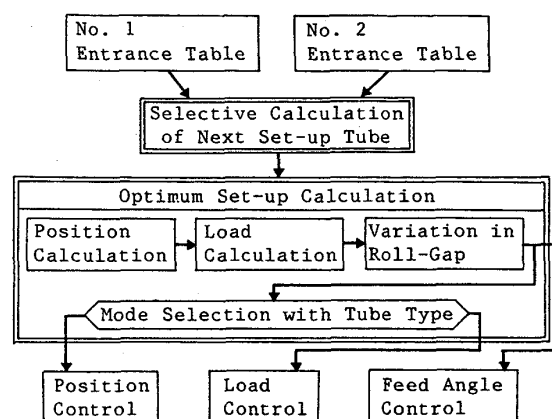

Fig.1 A Flow of Straightener Control
(1) 搬送制御
ストレートナ入口のNo. 1, No. 2テーブル上の材料に対して、① 段取替回数及び時間の縮小化と、② テーブルラインの円滑な流れを考慮して、次矯正材の選択及び自動装入を行なう。(Fig.1)
(2) ストレートナ設定制御